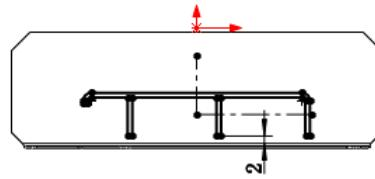

图 13.2.43 编辑草图
- (4) 编辑草图，如图 13.2.43 所示。退出草图环境，完成成形特征 1 的创建。